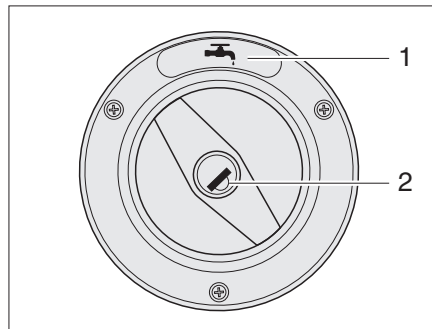
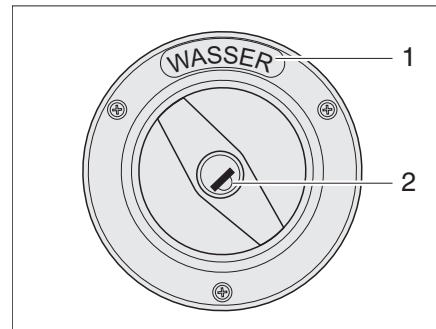

Bild 5 Verschlussdeckel für Frischwasser-Einfüllstutzen (Variante 1)
Bild 6 Verschlussdeckel für Frischwasser-Einfüllstutzen (Variante 2)
- ▷ Der Frischwasser-Einfüllstutzen ist durch das Symbol "Wasserhahn" (Bild 5,1) oder den Schriftzug "WASSER" (Bild 6,1) gekennzeichnet.
- Schlüssel in Schließzylinder (Bild 5,2 oder Bild 6,2) stecken und entgegen dem Uhrzeigersinn drehen.